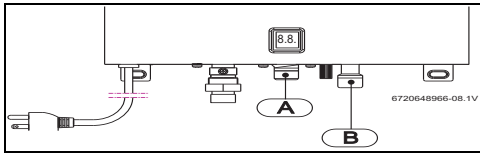

Fig. 13 Conexión del agua
- ▶ Identificar el tubo de agua fría (→ Fig. 13, [B]) y el tubo de agua caliente (→ Fig. 13, [A]), para evitar cualquier conexión equivocada.